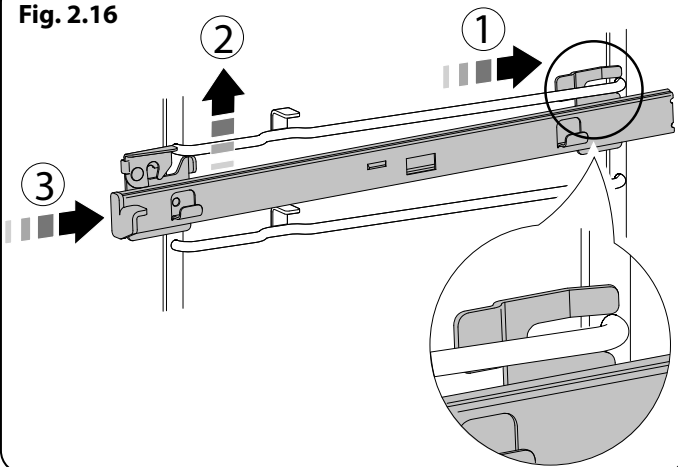

Fig. 2.17
2. **OBS:** För att underlätta avlägsnandet av hyllan kan du infoga ett lämpligt platt verktyg genom öppningen i sidan av löparna och häva fritt räcket (Fig. 2.17).